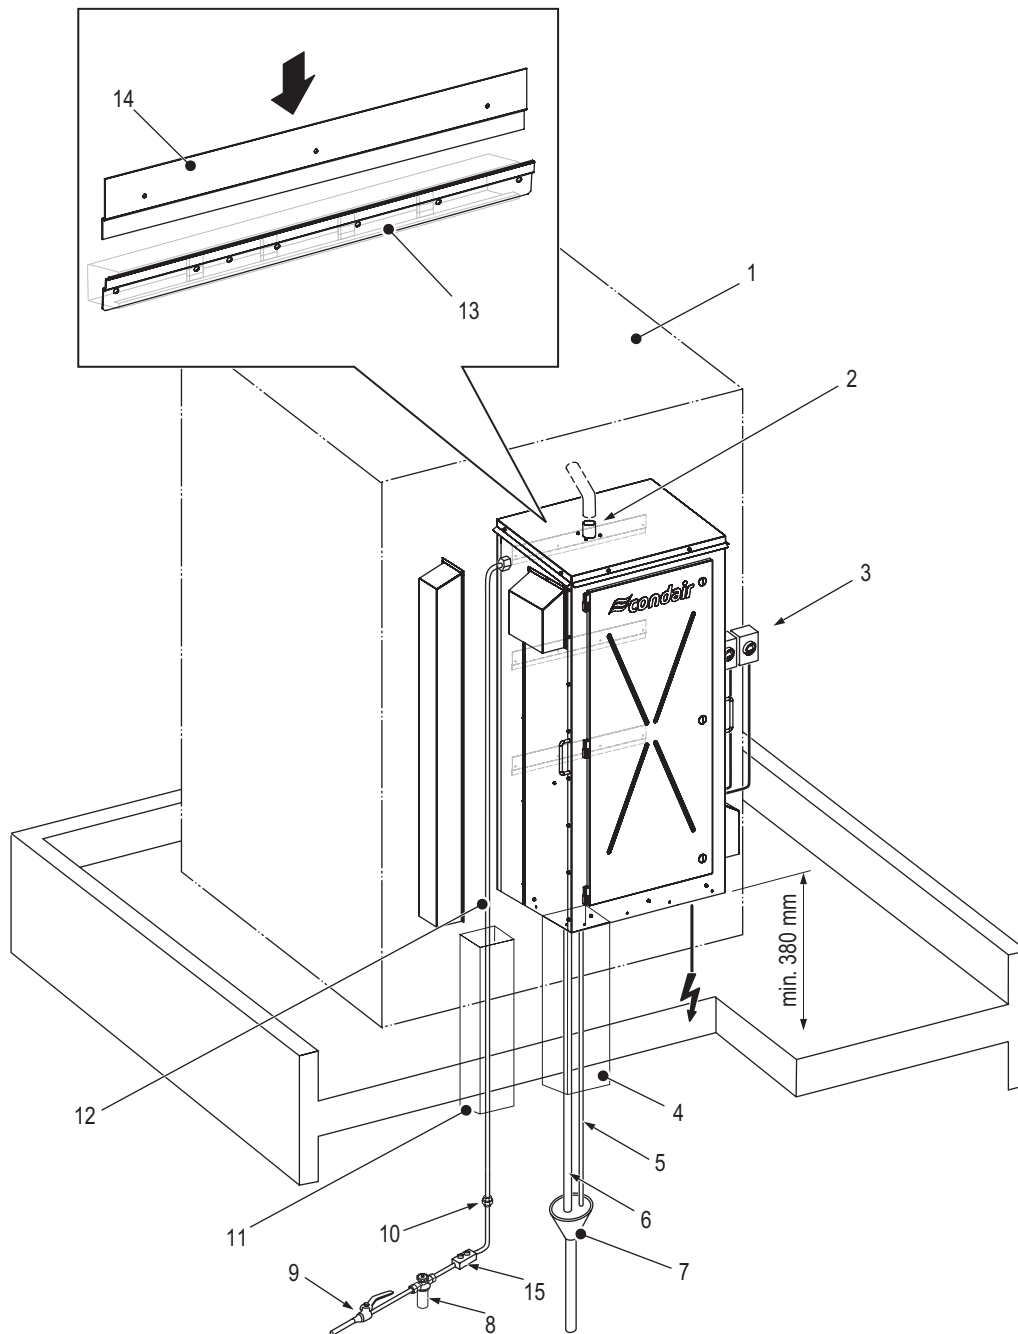

Fig. 5: Installation standard sur l'appareil de ventilation (l'illustration montre appareil de taille moyenne)
- directement sur une surface verticale et renforcée de l'appareil de ventilation, voir Fig. 5 dans Chapitre 5.2.1.
- Remarque 3 :** Il est recommandé de placer la goulotte Fig. 5 à l'intérieur du bâtiment comme indiqué sur l'image et de la raccorder à un drain séparé du bâtiment ayant un débit de vidange d'au moins 30 l/min par cylindre à vapeur pour un appareil EL-OC et pour un appareil RS-OC. Le tuyau d'évacuation connecté à la trémie doit avoir un diamètre intérieur d'au moins 40 mm. Les tuyaux d'évacuation raccordés à la trémie ne doivent pas frôler les bords ou toucher le fond de la trémie. Pour des grandes unités, des entonnoirs de vidange séparés doivent être utilisés pour chaque cylindre des conduits d'évacuation.